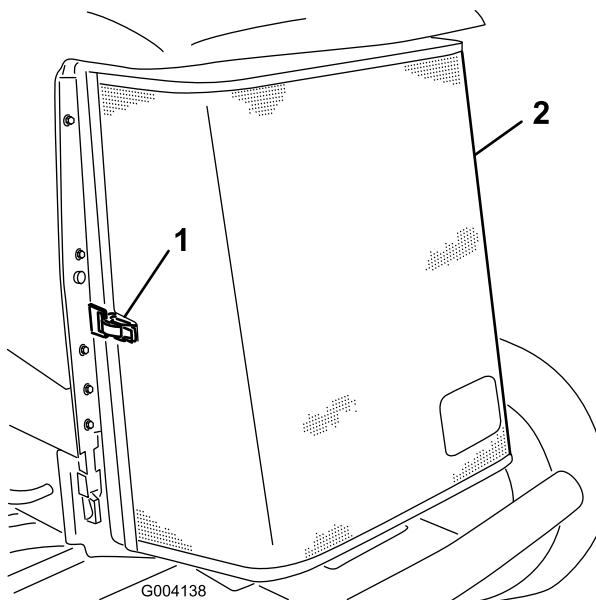

Рисунок 72
- Откройте защелку и откиньте заднюю решетку (Рисунок 72).